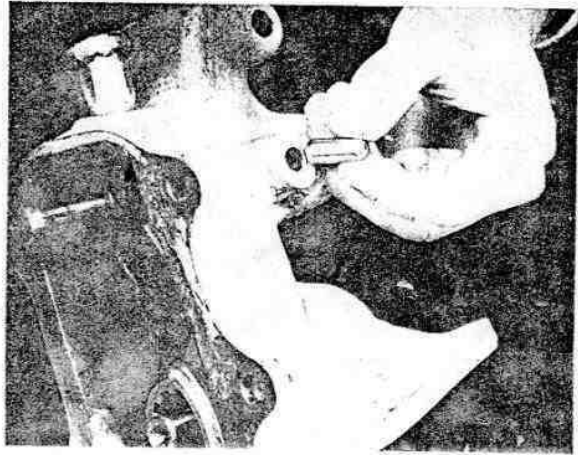

Fig. 173. — Instalando en la extensión delantera, el pasador de traba de las barras de cambios.
- 8) Por el orificio opuesto a la barra de cambios, en el costado de la extensión delantera, introducir el pasador de traba (Fig. 173) .